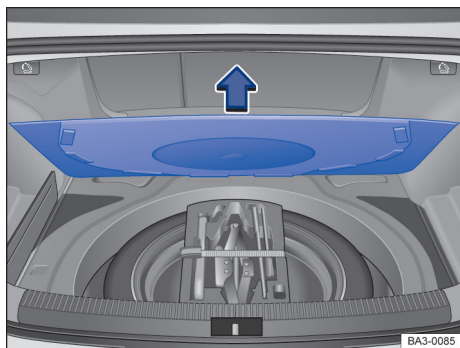

Fig. 152 No compartimento de bagagem: abrir o assoalho do compartimento de bagagem.
As ferramentas de bordo podem estar alojadas em diferentes lugares dentro do compartimento de bagagem, por exemplo, no compartimento de bagagem sob o assoalho → Fig. 152.
- Levante o revestimento do assoalho → Fig. 152 (seta) e retire-o se for necessário.